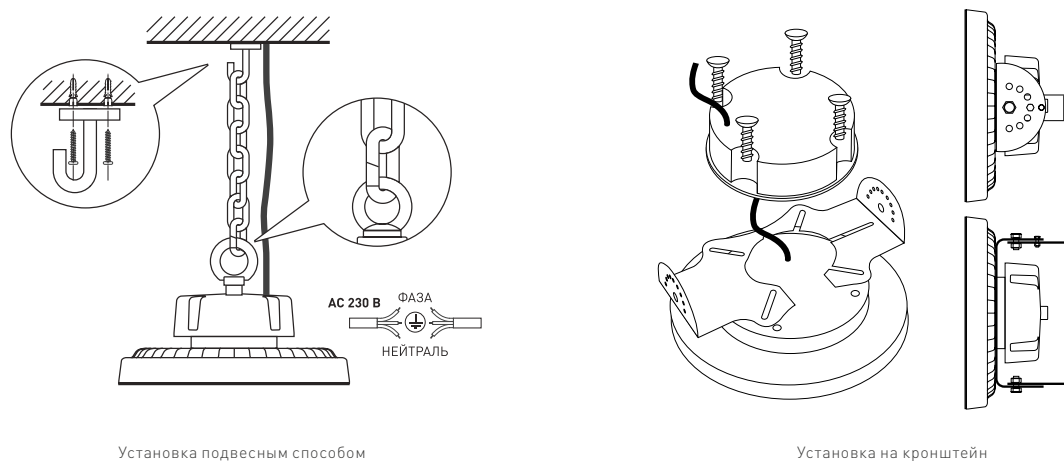

Рис. 2. Установка и подключение светильника
- Закрепите монтажный провод (цепь) на потолке, как показано на рис. 2. Подвесьте светильник на кольцо для крепления и зафиксируйте его.